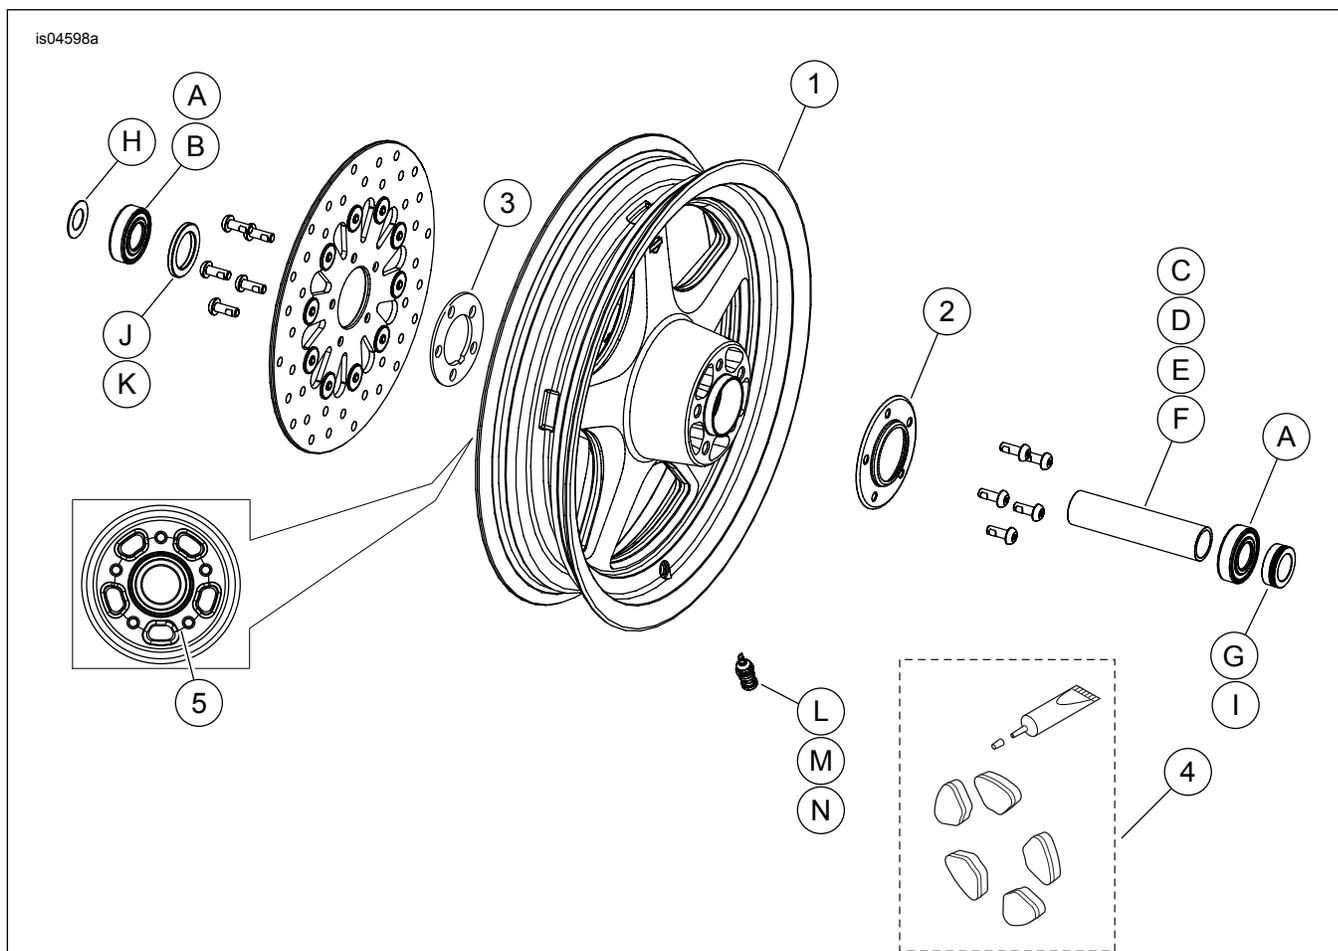

Figura 2. Piezas de servicio: KITS DE RUEDAS DELANTERAS THUNDERSTAR (se muestran ruedas de 40,6 cm [16 pulg.])
Estos kits incluyen la rueda personalizada y, según el kit, también pueden incluir un tapacubos y una placa del cubo. Consulte la Figura 2. y Tabla 3 para ver el contenido del kit.
2. Vea Figura 2. Instale el conjunto del vástago de la válvula (L, M o N) en la rueda. Vea NEUMÁTICOS en el Manual de servicio.
- El lado izquierdo de la rueda tiene una ranura maquinada (artículo 5, Consulte la Figura 2.) en la cara del cubo y/o marcas DOT para identificarlo como el lado del disco del freno y del cojinete primario.
- Instale la rueda de forma que las marcas en el cubo estén en el lado izquierdo de la motocicleta. El lado izquierdo de la rueda tiene una ranura maquinada (artículo 5, Consulte la Figura 2.) en la cara del cubo y marcas del cubo para identificarlo como el lado del cojinete primario.
- Estos kits incluyen una o dos placas del cubo (43985-00) para instalar entre el disco del freno y la rueda, y un tapacubos de cromo (43986-00) para instalar en la rueda en el lado opuesto al disco del freno. Las cubiertas del cubo deben instalarse para evitar la intrusión de agua, que podría causar una condición de desequilibrio. **Modelos con doble disco de freno:** Instale una placa del cubo de acero inoxidable (3) entre cada disco de freno y cubo de la rueda. Deseche el tapacubos de cromo (2). Instale los discos de freno de acuerdo con los procedimientos del Manual de servicio. **Modelos con un solo disco de freno:** Instale una placa del cubo de acero inoxidable (3) entre el disco de freno y el cubo de la rueda. Instale el disco de freno de acuerdo con los procedimientos en el Manual de servicio. Instale el tapacubos cromado (2) en el lado opuesto al disco de freno. Deseche la placa del cubo adicional de acero inoxidable (3).
- La rueda tiene una ranura maquinada (artículo 5, Consulte la Figura 2.) en la cara del cubo para identificar el lado derecho.
- Estos kits incluyen una o dos placas del cubo (43985-00) para instalar entre el disco del freno y la rueda y un tapacubos cromado (43986-00) para instalar en la rueda, en posición opuesta al lado del disco del freno. Las cubiertas del cubo deben instalarse para evitar la intrusión de agua, que podría causar una condición de desequilibrio. **Modelos con doble disco de freno:** Instale una placa del cubo de acero inoxidable (3) entre cada disco de freno y cubo de la rueda. Deseche el tapacubos de cromo (2). Instale los discos de freno de acuerdo con los procedimientos del Manual de servicio. **Modelos con un solo disco de freno:** Instale una placa del cubo de acero inoxidable (3) entre el disco de freno y el cubo de la rueda. Instale el disco de freno de acuerdo con los procedimientos en el Manual de servicio. Instale el tapacubos cromado (2) en el lado opuesto al disco de freno. Deseche la placa del cubo adicional de acero inoxidable (3).
6. Instale la rueda delantera (1), el eje de fábrica y la tuerca del eje de fábrica. Vea RUEDA DELANTERA en el Manual de servicio.